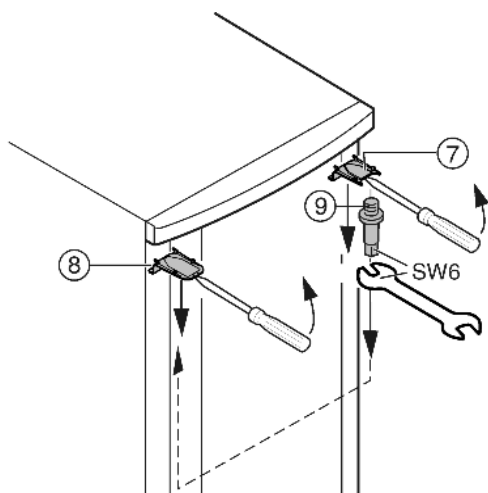

Fig. 7
► Decuplați capacul Fig. 7 (7) și capacul Fig. 7 (8) cu ajutorul unei șurubelnițe și îndepărtați-le trăgând de ele oblic în jos.
► Deșurubați bulonul lagărului Fig. 7 (9) și înșurubați-l pe partea diametral opusă (cu 4 Nm).
► Montați din nou capacul Fig. 7 (7) pe partea bolțului lagărului: introduceți partea din spate, cuplați în partea din față.
► Montați capacul Fig. 7 (8) pe partea opusă: introduceți partea din spate, cuplați în partea din față.
► Montați ușa în bolțul lagărului Fig. 7 (9).